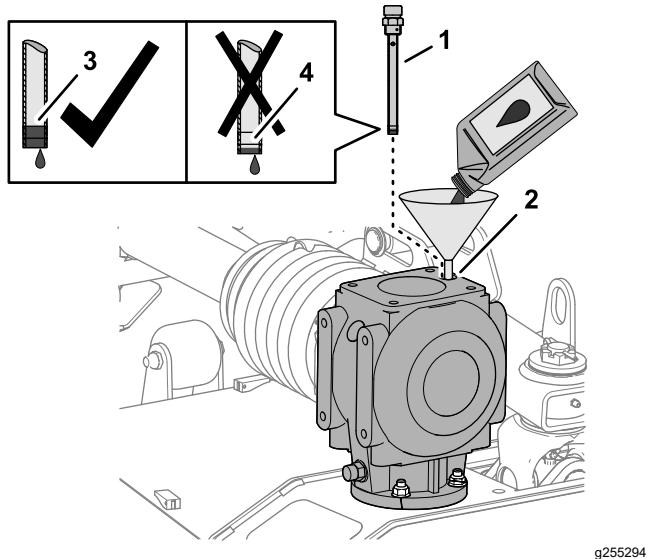

Figura 63
1. Aggiungete 1,06 litri di lubrificante per ingranaggi specificato nella scatola ingranaggi, attraverso il foro dell'asta di livello (Figura 63).
2. Avvitate l'asta di livello nel foro, togliete l'asta di livello e controllate il livello del lubrificante (Figura 63).
4. Avvitate l'asta di livello nel foro di riempimento e serrate l'asta di livello (Figura 63).